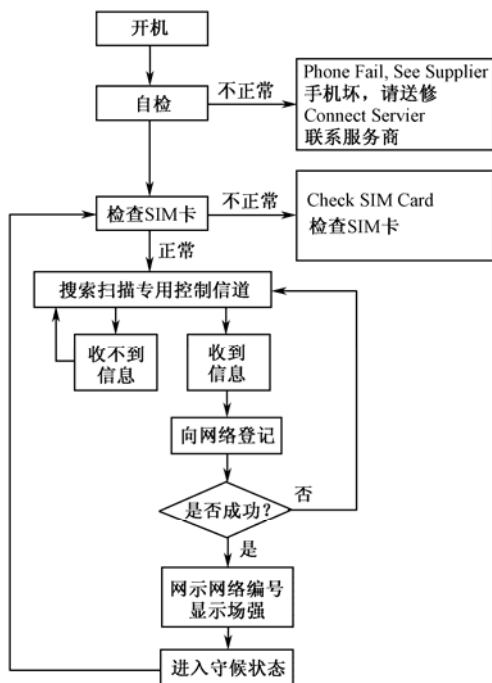

图 2-1-8 GSM 手机的工作流程
(1) GSM 手机的工作流程如图 2-1-8 所示。
(2) 当手机检查 SIM 卡后出现 “NoCard” 或 “Check SIM Card” 等字样时, 一般为卡故障, 故障原因和维修方法将在后面讲述。
(3) GSM 手机入网条件是既要接收到信号, 同时又要向网络登记, 所以不入网故障发生在接收和发射部分的可能性都有。究竟发生在哪部分, 不同类型的手机有不同的判断方法。